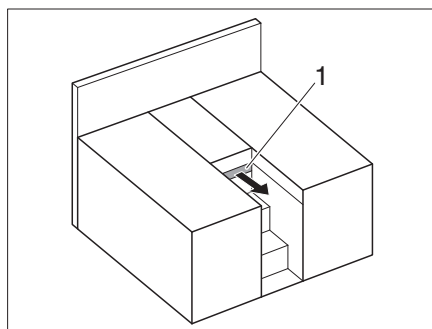

Bild 174 Einzelbetten
- Auszug (Bild 174,1) herausziehen.